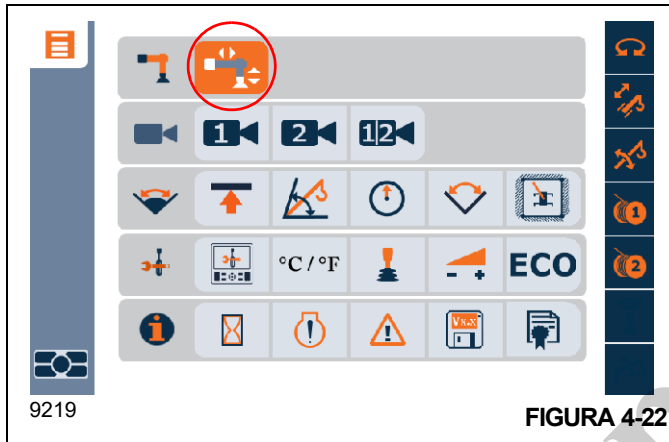

FIGURA 4-22
El icono de función de extensión/retracción de los estabilizadores (Figura 4-22) bajo el grupo de estabilizadores se usa para extender y retraer los gatos y vigas de estabilizadores.
Use el cuadrante selector (3) para seleccionar el icono de función de extensión/retracción de estabilizadores (Figura 4-22), luego oprima el cuadrante selector (3).
Use los botones de flecha (5) para seleccionar el icono de función de extensión/retracción de estabilizadores (Figura 4-22), luego oprima el botón OK (6).